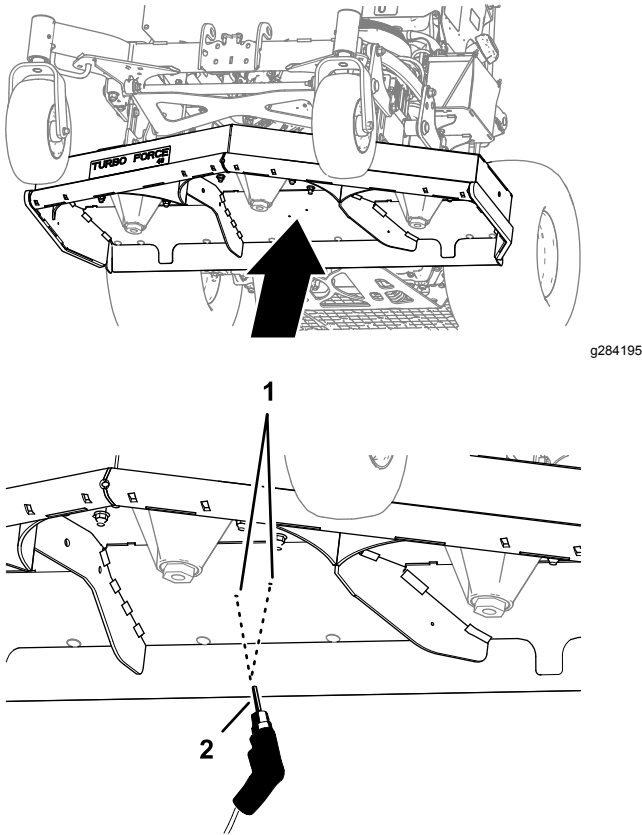

Bild 9
1. Bohren Sie auf der Unterseite des Mähwerks die beiden Pilotbohrungen mit einem 8 mm Bohrer in das Mähwerk, wie in Bild 9 dargestellt.